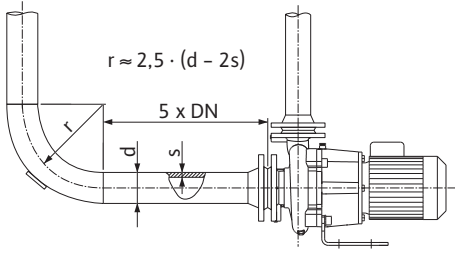
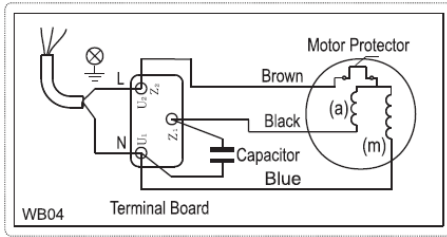

Fig. 4: Pompadan önce ve pompadan sonra sönümlenme hattı
Fig. 5: Alternatif akım bağlantısı
- Elektrik şebekesi bağlantısı P2 motor gücüne, şebeke gerilimine ve açma türüne bağlıdır. Klemens kutusundaki bağlantı köprüleri için gerekli devreleme, aşağıdaki tablo ile Fig. 4 ve Fig. 5'e göre gerçekleştirilmelidir.